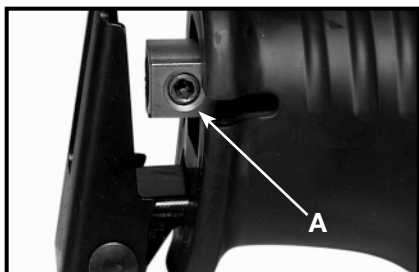

Fig. 1
1. Afloje el tornillo del seguro de segueta (A) Fig. 1, dándole tres o cuatro vueltas con la llave hexagonal (provista con el **Modelo 745**).